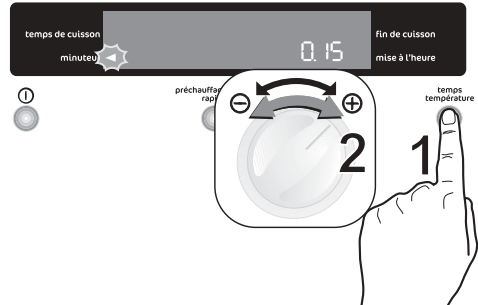

Fig. 9
1. Appuyez sur la touche "Temps" pour sélectionner la fonction "Minuteur" (Fig. 9). Le voyant "minuteur" ► clignote et «0.00» s'affiche.